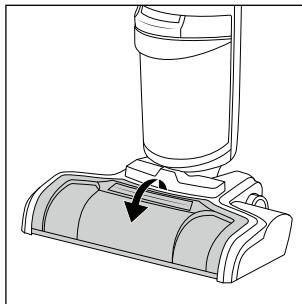

Fig. 33
- ◆ Sujete la protección antisalpicaduras **7** por el borde de agarre superior (**PULL**) y tire de esta hacia delante para extraerla del pie del aparato **3** (consulte la fig. 33).